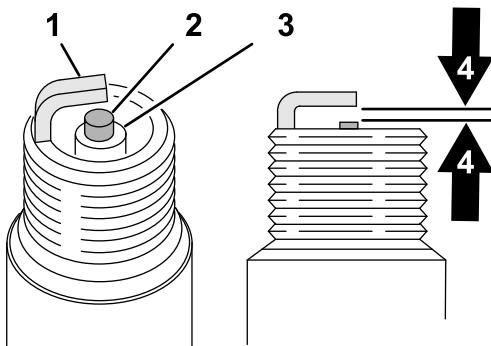

Figura 36
5. Veja a parte central das velas de ignição (Figura 36). Se verificar uma cobertura castanha ou cinzenta no isolante, o motor está a funcionar corretamente. Uma cobertura preta no isolante indica que o filtro de ar está sujo.
6. Verifique a folga entre os eléktrodos central e lateral (Figura 36). A folga deve ter 0,76 mm.